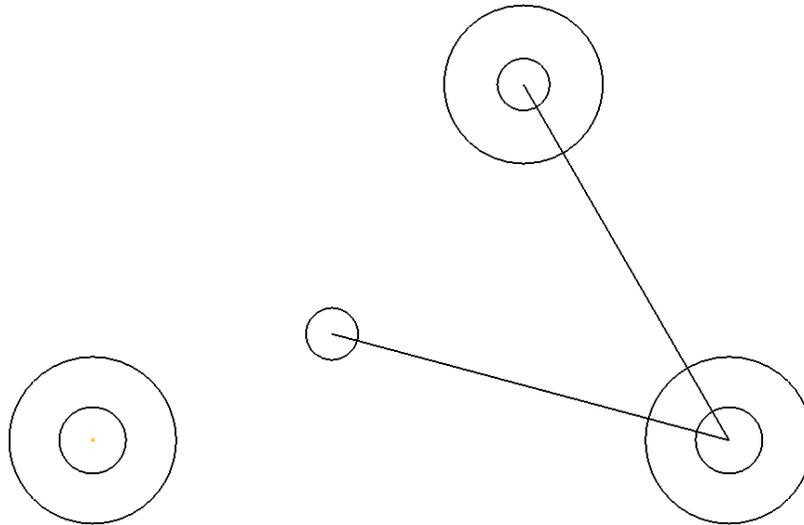

Figura 2.34 Círculo dibujado en extremo de línea de construcción.
- Crear una línea de construcción a partir de los círculos con centro en X 305. Seleccionar la opción Crear una sola línea . Hacer clic en el centro de los círculos situados en X 305 y arrastrar el cursor hasta la posición que muestra A:165 L:197, hacer clic para dibujar la línea (Figura 2.34), pulsar Esc, si no muestra el ángulo o longitud exacta crear la línea y modificar los parámetros (Longitud y Azimut) en el formulario Editor de líneas que aparece haciendo doble clic sobre la línea seleccionada (color amarillo).
- Crear un arco completo (círculo) , con un radio de 12.5 mm , pulsar Intro, posicionar el cursor sobre el extremo de la última línea de construcción para que aparezca la etiqueta de construcción Final, pulsar Intro, luego pulsar Esc (Figura 2.34).